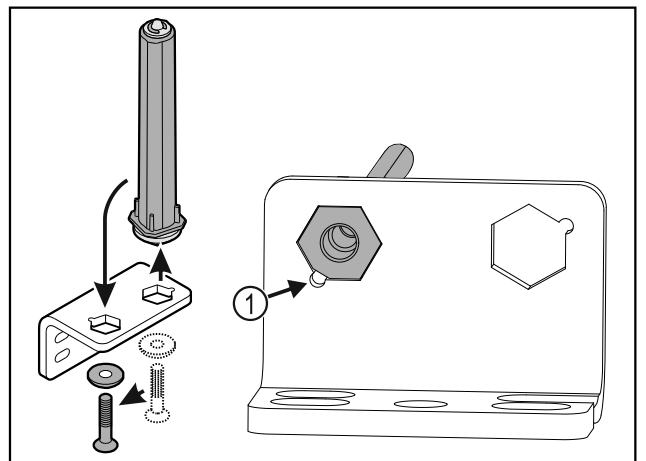

Fig. 39
- ▶ 在安装时请注意，让螺栓斜面 Fig. 39 (1) 朝向圆孔。